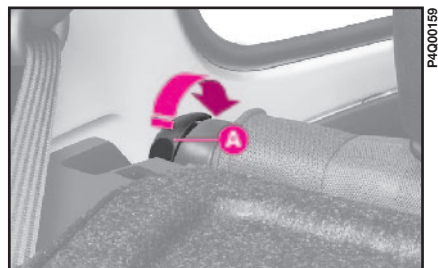

fig. 70
3) Soulever les leviers **A**-fig. 70 (deux situés sur le côté extérieur du dossier) et rabattre le dossier en écartant latéralement le segment en bandoulière des ceintures de sécurité latérales.